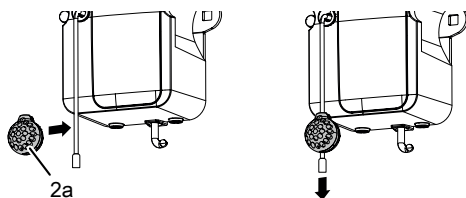

Fig. 7: Disattivazione del sistema antieffrazione
Infilare il pattino (19) sul profilo della rotaia di scorrimento, spingerla nell'apertura posteriore sulla testa del motore (2) e avvitare con una vite (14) (fig. 7).